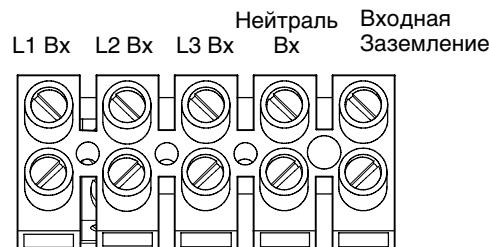

Рисунок 32. Входная клеммная колодка ИБП
- 9.** Подсоедините входной и заземляющий провода к входной клеммной колодке согласно рис. 32 и табл 1.